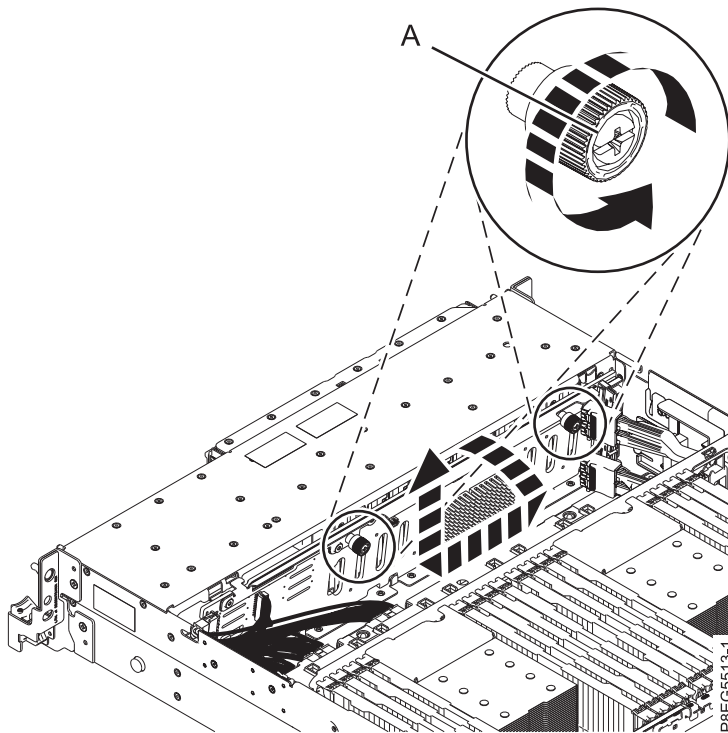

Figure 16. Déverrouillage du fond de panier d'unité de disque
6. Dévissez soigneusement et complètement chacune des vis imperdables du fond de panier d'unité de disque (**A**), comme illustré dans la figure 16.